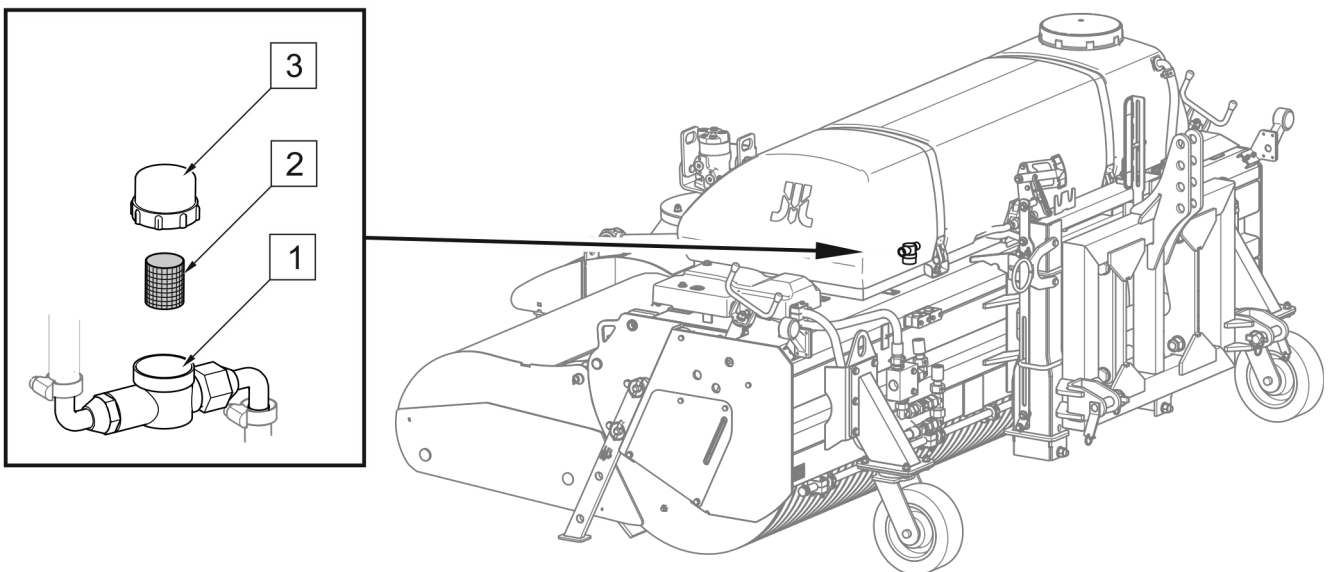

ABBILDUNG 5.13 Filter im Wassertank
(1) - Filtergehäuse; (2) - Siebeinsatz; (3) - Abdeckung
Unter dem Wassertank befindet sich ein Filter mit Siebeinsatz (2), der regelmäßig inspiziert und gereinigt werden muss (ABBILDUNG 5.13). Um den Siebeinsatz (2) zu reinigen, das Wasser ablassen, die Haltebänder des Wassertanks entfernen und ihn über den Rahmen hinausheben. Die Abdeckung (3) abschrauben, den Einsatz (2) aus dem Gehäuse (1) nehmen und mit Druckwasser oder Druckluft reinigen. Den Einsatz wieder einsetzen und das Filtergehäuse schließen. Die Anschlüsse auf Dichtheit prüfen.